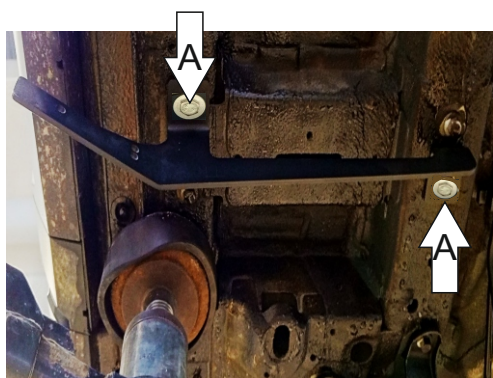

Рис. 2
2. Установить передние кронштейны используя болты M10x30 и шайбы 10 ув., *втулки 6 мм для Haval Jolion*.(Рис. 2)